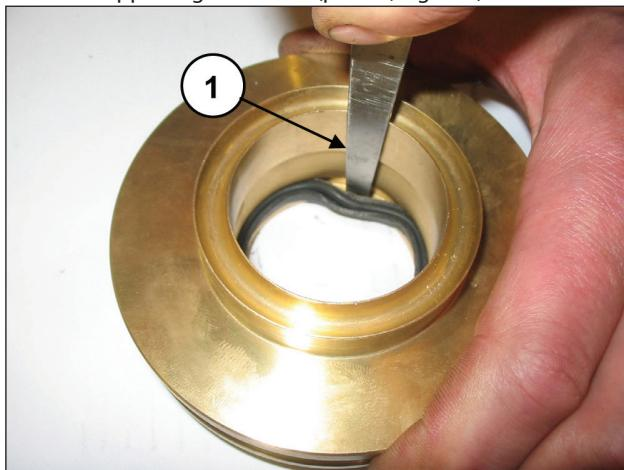

Fig. 133
Per togliere la guarnizione di bassa pressione è necessario utilizzare uno spessimetro o un attrezzo che non danneggi la sede del supporto guarnizione (pos. ①, Fig. 133).